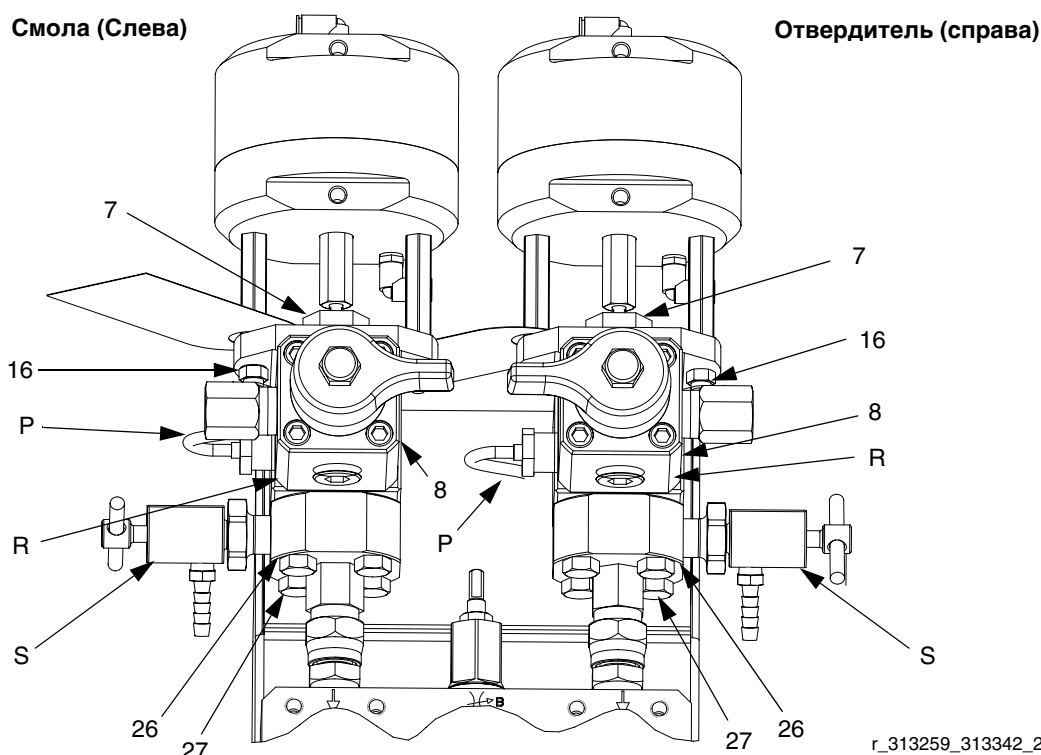

Рис. 1: Ориентация дозирующего клапана 255478 отвердителя и смолы
2. *Дозирующий клапан смолы (слева):* Удалите винты (27) и поверните корпус седла (26) на 90° так, чтобы боковые каналы были направлены на клапан отбора проб (S) и на заднюю часть датчика температуры (не показан). См. стр. Рис. 1.
3. *Дозирующий клапан смолы (справа):* Если необходимо, удалите винты (27) поверните корпус седла (26) на 90° так, чтобы боковые каналы были